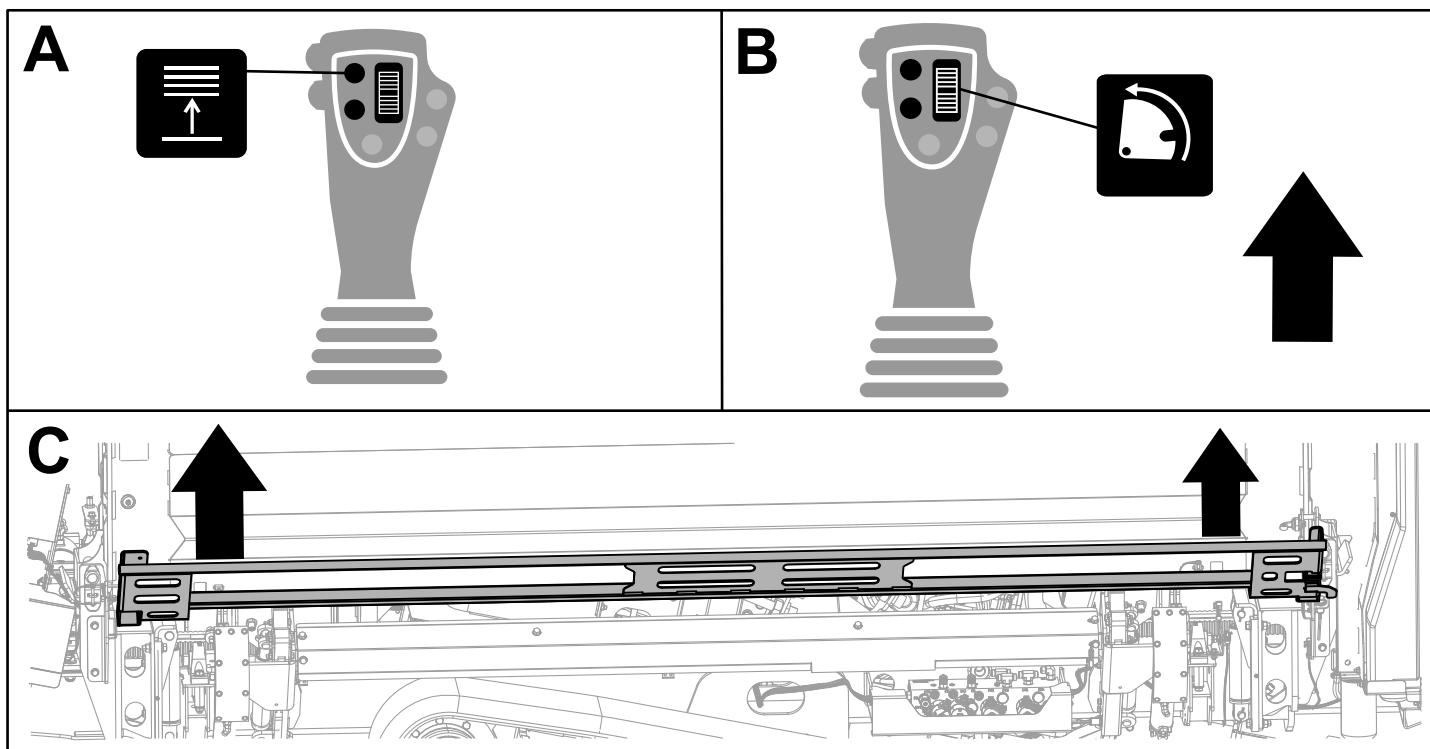

Рисунок 42
3. Поднимите подъемник (Рисунок 42).
4. Нажмите на круглую ручку вращения кулачка ВВЕРХ, чтобы повернуть кулачок в сборе наружу из кассеты для бурильных труб (Рисунок 42).
5. Поднимите ограждение загрузчика труб (Рисунок 42).